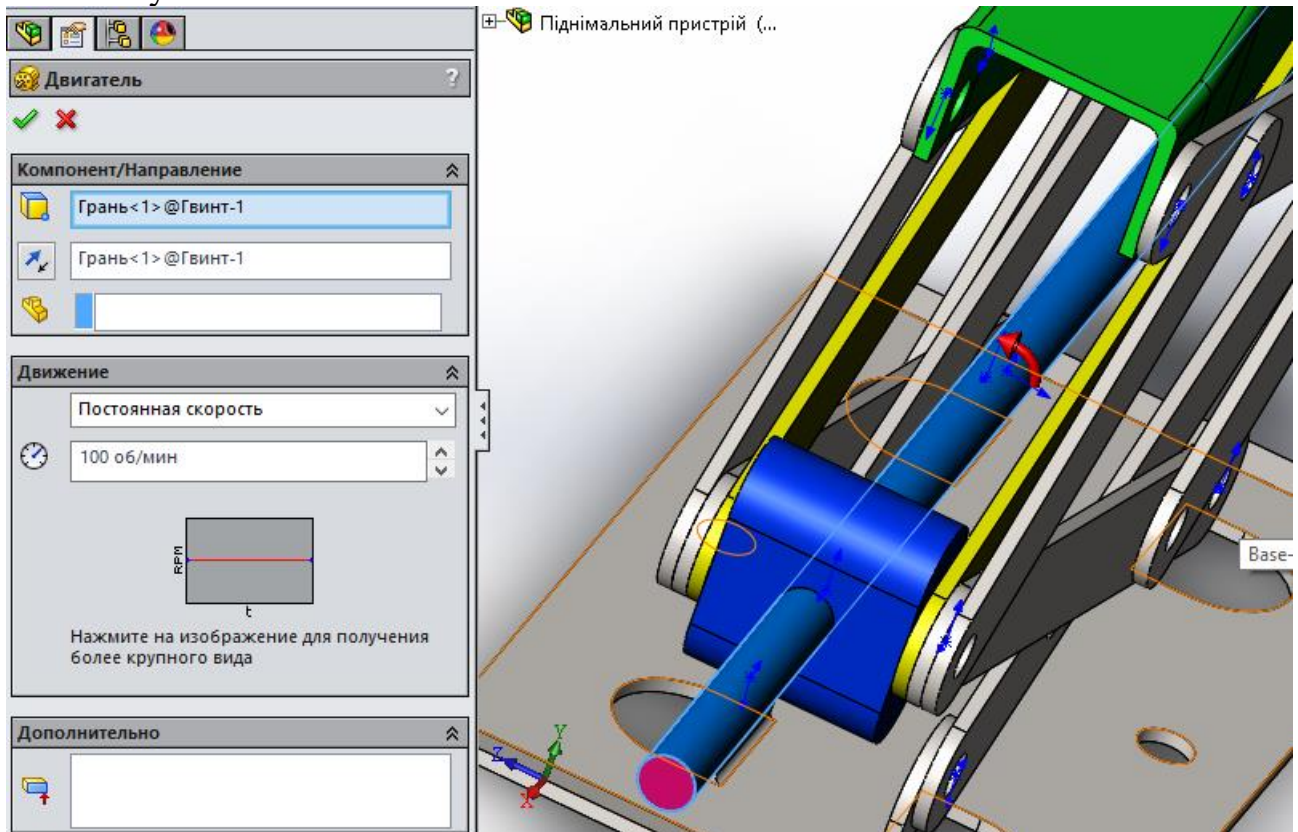

Рис.5. Призначення обертового двигуна
- В полі **Напрямок компонента** виберіть циліндричну грань гвинта, як показано на рис.5. Виберіть **Постоянная скорость** і введіть значення 100 обертів в хвилину.